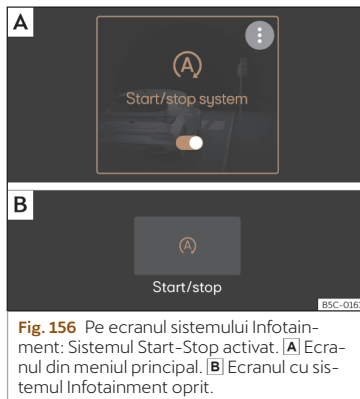

Fig. 156 Pe ecranul sistemului Infotainment: Sistemul Start-Stop activat. [A] Ecranul din meniul principal. [B] Ecranul cu sistemul Infotainment oprit.
Dacă simbolul (A) apare în culoarea portocalie»» fig. 156 , sistemul este activat și permite oprirea și pornirea motorului. Dacă simbolul (A) apare în culoarea albă, sistemul este dezactivat.